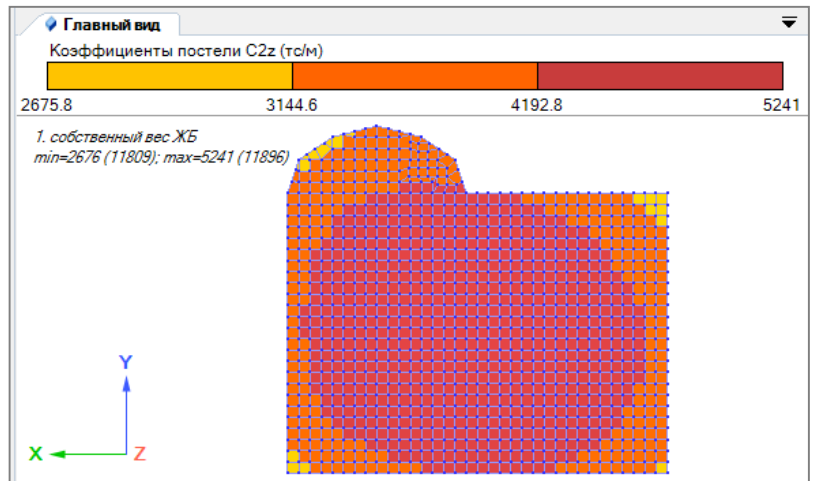

Рис. 5.27
- нажимая одну из кнопок **C1**, **C2**, **C1y**, **C2y** или **Pz**, можно увидеть в режиме формирования расчетной модели распределение по элементам значений коэффициентов постели C1 и C2 или значений нагрузки Pz (рис. 5.27).